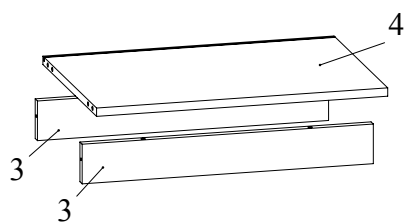

Рис.5
- Установить дно 4 на цоколя 3 (Рис. 5).